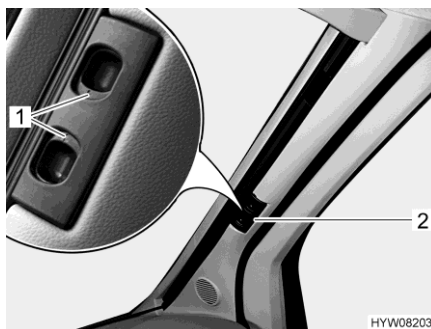

Fig. 20 Tendina oscurante pieghevole (parabrezza)
- Premere le maniglie di sbloccaggio (Fig. 20,1) e mantenerle premute.
- Tirare la tendina oscurante pieghevole del parabrezza per la maniglia (Fig. 20,2) verso il centro della finestra.
- Spingere verso l'esterno le due metà della tendina oscurante pieghevole del parabrezza per la maniglia (Fig. 20,2) fino all'arresto.
- Rilasciare le maniglie di sbloccaggio (Fig. 20,1) e mantenerle innestate.